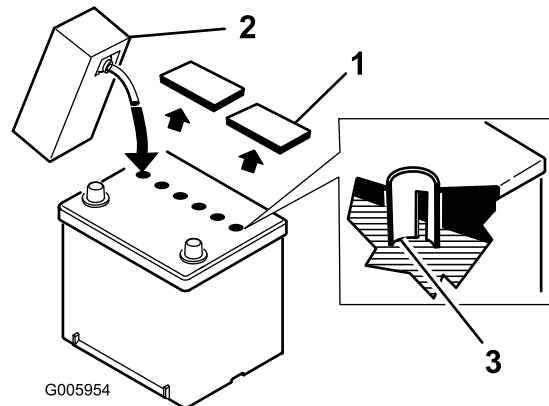

Figura 3
4. Limpie la parte superior de la batería y retire los tapones de ventilación (Figura 3).
5. Vierta lentamente electrolito en cada célula de la batería hasta que el nivel llegue a la parte inferior del tubo (Figura 3).
8. Vierta lentamente electrolito en cada célula de la batería hasta que el nivel llegue de nuevo a la parte **inferior** del tubo (Figura 3) y coloque los tapones de ventilación.